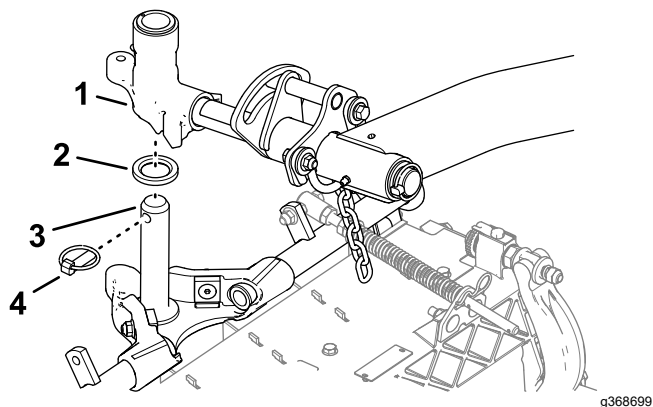

Bild 27
1. Schieben Sie ein Mähwerk unter den Hubarm (Bild 27).